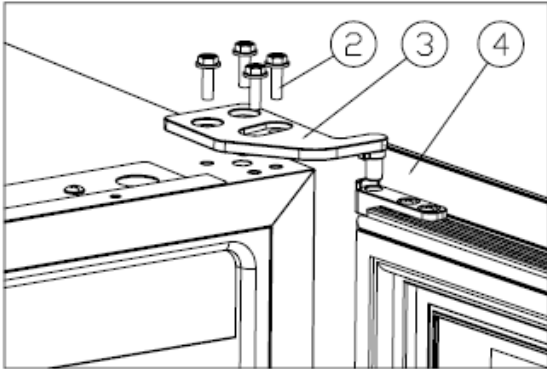

Figure 1
Schroef de M5\*16-schroeven (2) los, verwijder het rechter bovenscharnier (3) en verwijder de deur.[Figure 1].